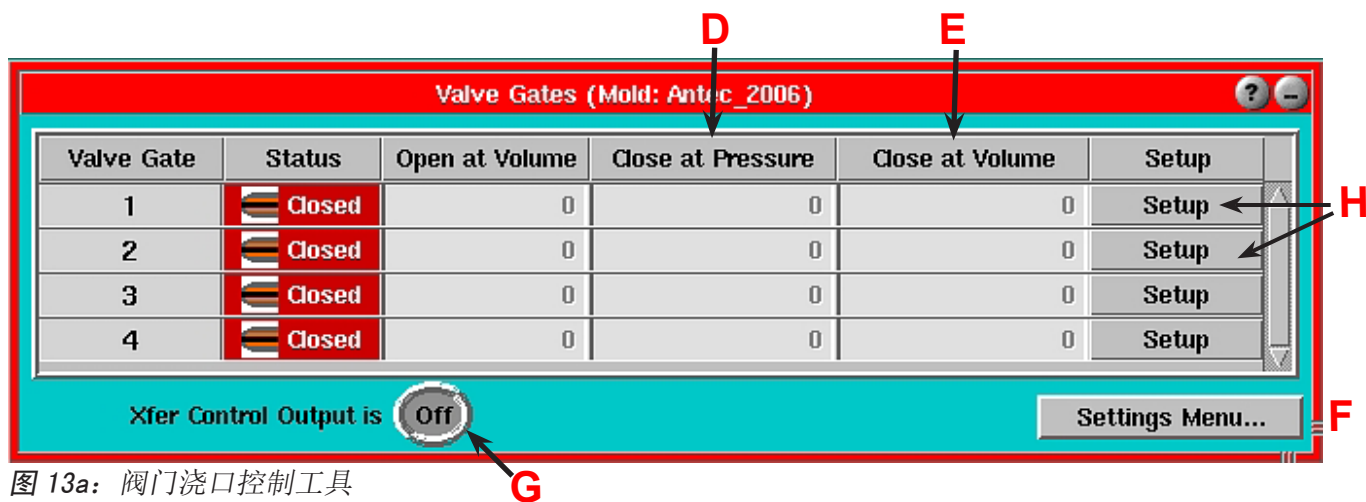

图 13a: 阀门浇口控制工具
- I. **阀门浇口打开控制:** 要显示此屏幕, 在设置中选择阀门打开控制, 具体参见第 12 页图 13a 的“H”。在此可选择选定阀门应打开的时机。请注意, 如果在工艺设置中希望将一个型腔保持关闭, 可选择多个选项或不作任何选择。